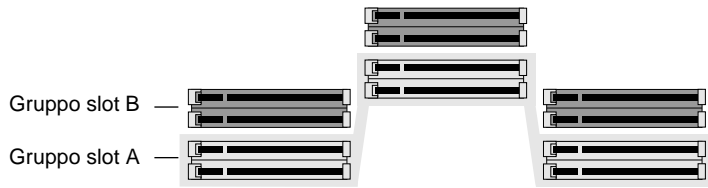

Figura 3-5 Individuazione dei gruppi di slot per i moduli DIMM
5. Individuare i gruppi di slot per i moduli DIMM, come illustrato nella Figura 3-5. I gruppi di slot A e B sono distribuiti su tre file verticali, con due slot in ogni fila.